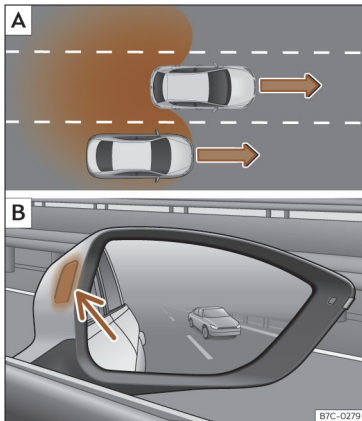

Fig. 123 Représentation schématique :
Dans les situations suivantes, une indication apparaît sur le voyant de contrôle >>> **fig. 122** [B] (flèche) ou >>> **fig. 123** [B] (flèche) :
- Lorsque le véhicule dépasse un autre véhicule >>> **fig. 123** [A] en cas de différence de vitesse d'environ 10 km/h (6 mph). Si le dépassement est considérablement plus rapide, aucune indication ne s'affiche.